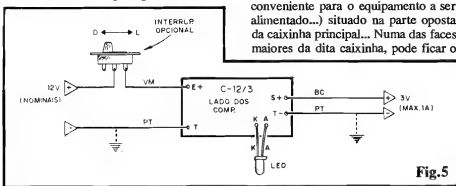

Fig.5
- **FIG. 5 - CONEXÕES EXTERNAS À PLACA** - Ainda vista pelo lado dos componentes, agora temos a placa com suas ligações externas, aproveitando justamente aquelas "ilhas"/furos que haviam "sobrado" na figura anterior. Atenção à identificação dos terminais do LED em função das suas "ilhas" de ligação, A e K... Cuidado também com a polaridade dos fios de Entrada e Saída... Recomendamos o uso do código de cores sugeridos, com **vermelho** para o positivo de Entrada, **branco** para o positivo de Saída, e **preto** para ambos os negativos (que correspondem ao "terra comum" do bloco...). Se for adotado o interruptor geral, este de-